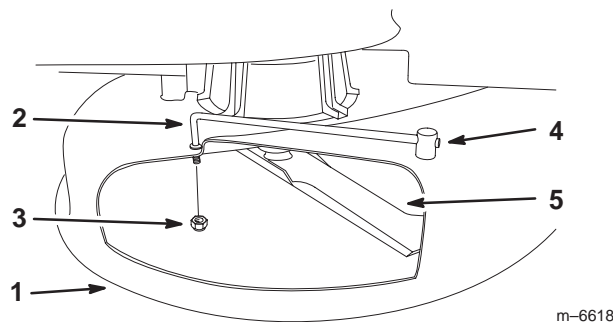

Bild 10
4. Setzen Sie die neue Gelenkstange in den kurzen Vorsprung am Mähwerk. Befestigen Sie das hintere Stangenende mit einer Mutter (3/8 Zoll) am Mähwerk (Bild 10).